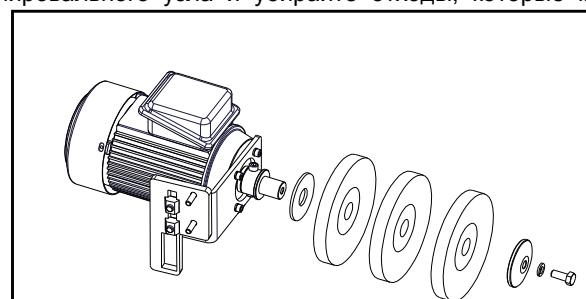

Рис. 5.8.4
5. Установите новый комплект кругов (из 3 шт.) согласно схеме (Рис. 5.8.4).